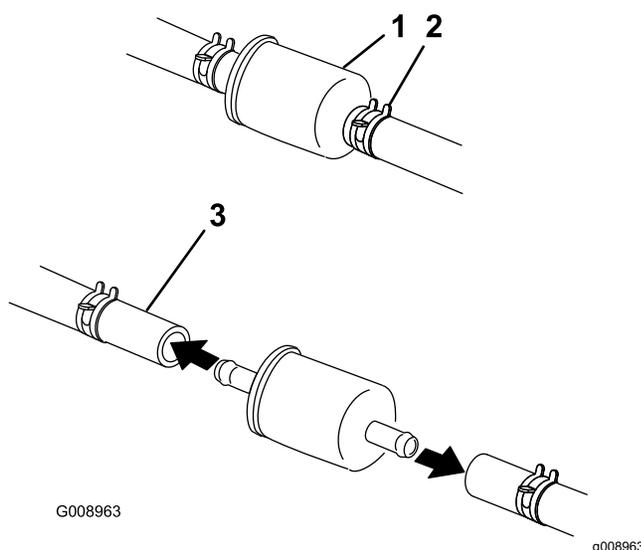

Figure 66
4. Fermez le robinet d'arrivée de carburant sous le siège (Figure 66).
5. Pincez les extrémités des colliers et éloignez les colliers du filtre (Figure 66).
7. Posez un filtre neuf et rapprochez les colliers de fixation du filtre (Figure 66).